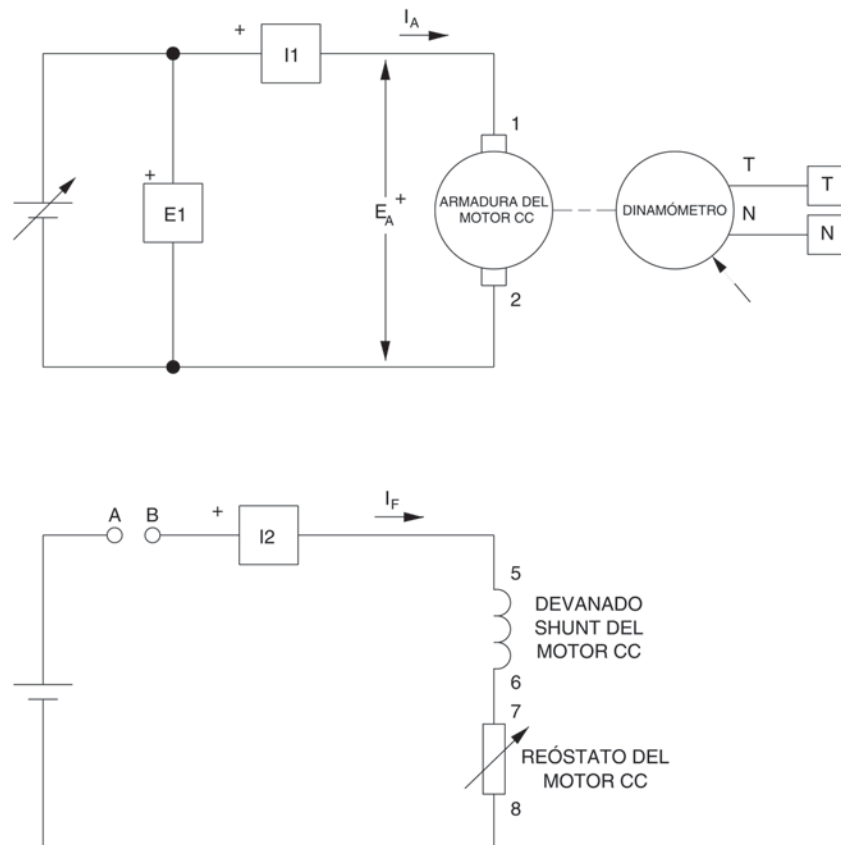

Figura 2-14. Motor CC con excitación independiente acoplado al Dinamómetro.
En la primera parte del ejercicio, usted montará el equipo en el Puesto de trabajo, lo conectará como lo muestra la Figura 2-14 y realizará los ajustes apropiados en el módulo Motor de impulsión / Dinamómetro.
- 5. Monte el circuito del motor c.c. con excitación independiente de la Figura 2-14. Como se indica en ésta, deje el circuito abierto en los puntos A y B.
Conecte los puntos A y B del circuito de la Figura 2-14.